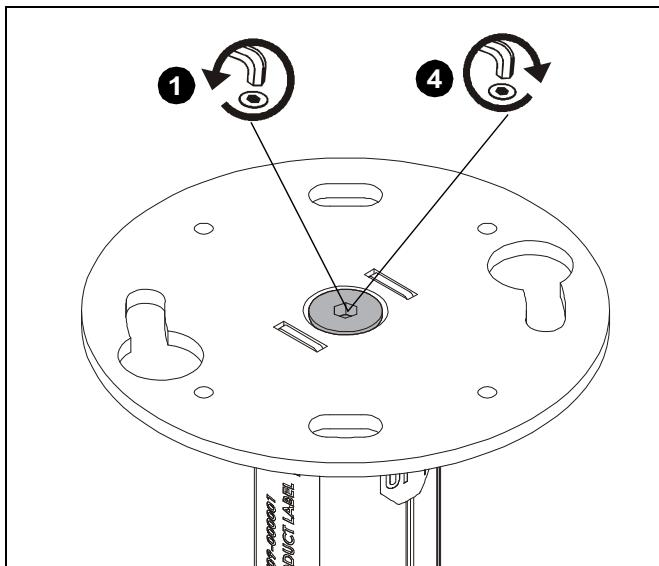

Figure 1
- Desserrez le boulon au dessus du support de série KITE (E) en tournant le boulon en 1 à 2 rotations complètes. (Voir la Figure 1)
- Serrez le boulon au dessus du support de série KITE (E). (Voir la Figure 1)